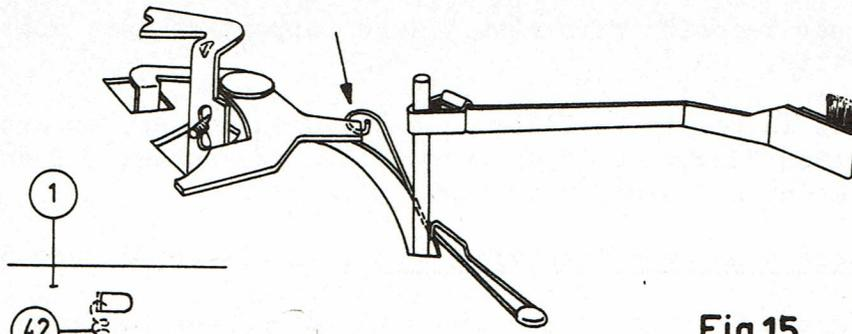

Fig.15
Ceci mesuré dans la position "déconnecté" à l'endroit où le ressort 42 est accroché dans le levier 1i (voir fig. 15)
- 4) La partie droite du ressort 11 doit être recourbée de façon à ce que dans la position "déconnecté", la goupille de commande 21f pousse le ressort 11 si loin vers l'extérieur que le levier 1i peut se déplacer librement (voir fig. 15).